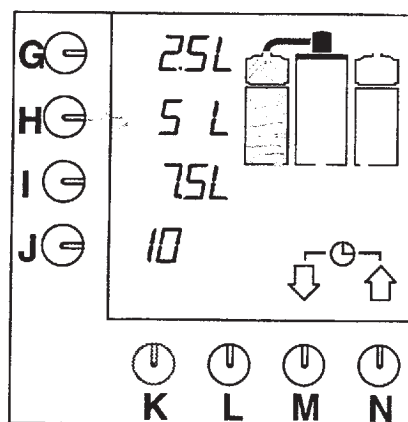

Рис. 5 Дисплей с опциями по умолчанию
- Опции по умолчанию появятся на дисплее (рис. 5).